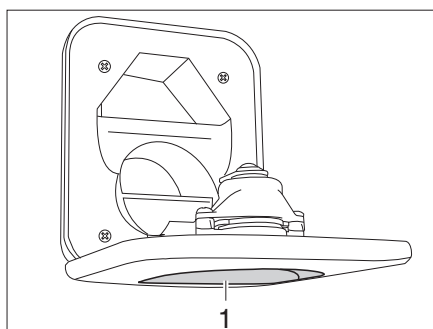

Fig. 233 Bec de remplissage d'eau fraîche pour les toilettes
- Ouvrir le bec de remplissage d'eau fraîche pour les toilettes (Fig. 233,1) au-dessus du portillon pour le réservoir pour matières fécales et le faire pivoter vers le bas.